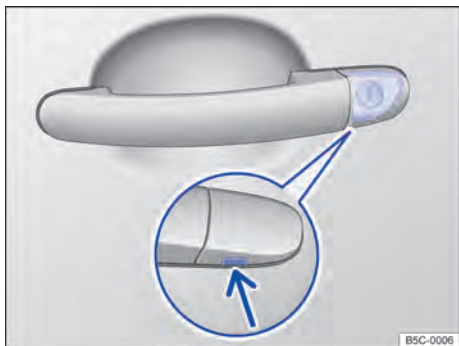

Fig. 224 Maçaneta da porta do condutor: cilindro da fechadura coberto.
- Em veículos com cilindro de fechadura coberto, introduzir a haste da chave na maçaneta da porta do condutor por baixo na abertura da capa de cobertura ⇒ Fig. 224 (seta) e removê-la de baixo para cima. Para isso puxar a maçaneta da porta.